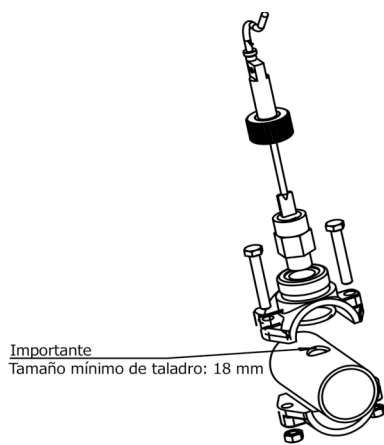

Fig. 9-2
2. Instalar el detector de flujo (interruptor flujo) siempre de forma vertical en el collarín (Fig.9-2).